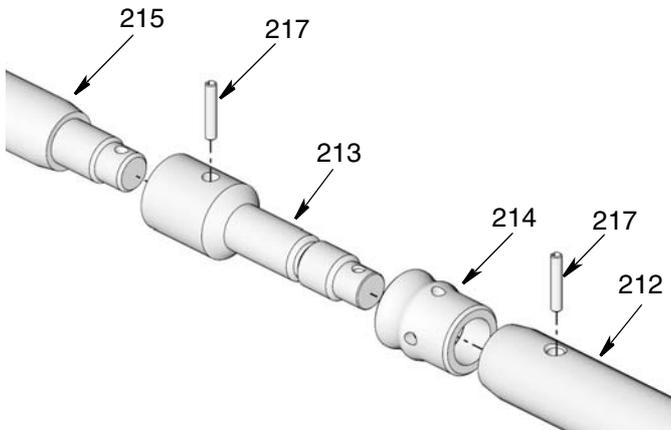

Рис. 31
21. Используйте бородок и молоток для выбивания штифтов (217), удерживающих вместе секции штока (Рис. 31). Открутите усилием рук штоки лопаток (215) и распорный шток (212) с поршня (213).